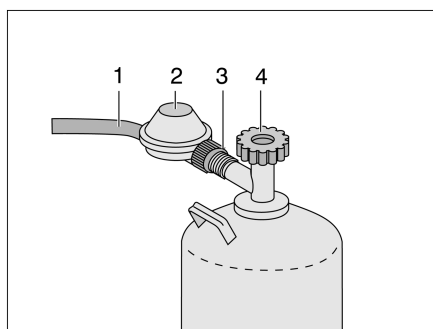

Fig. 239 Raccordo bombola del gas
- Chiudere la valvola principale di arresto (Fig. 239,4) della bombola del gas. Osservare la direzione della freccia.
- Tenere fermo il regolatore della pressione del gas (Fig. 239,2) e svitare il dado zigrinato (Fig. 239,3) (filettatura sinistrorsa).
- Rimuovere il regolatore della pressione del gas con il tubo del gas (Fig. 239,1).
- Applicare il regolatore della pressione del gas (Fig. 239,2) con il tubo del gas (Fig. 239,1) sulla bombola del gas e serrare a mano il dado zigrinato (Fig. 239,3) (filettatura sinistrorsa).